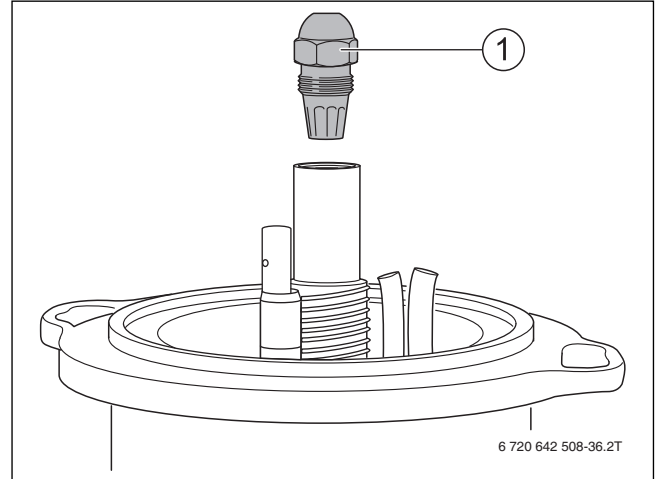

Fig. 37 Desserrer l'injecteur
- ▶ Dévisser la buse (→ fig. 37, page 21).